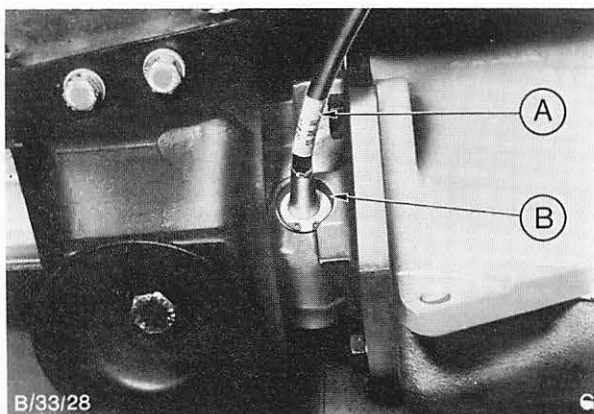

Abb. 25 A = Antriebswelle — Geschwindigkeitsmesser
3. **Bei Fahrzeugen mit Schaltgetriebe** Sprengring von der Antriebswelle an der Getriebeverlängerung entfernen und Antriebswelle vom Getriebe abbauen, Abb. 25.
8. Antriebswelle zur Getriebeverlängerung verlegen und Wellenspirale in das Antriebsritzel einschieben. Bei Fahrzeugen mit Schaltgetriebe Antriebswelle mit Sprengring sichern, Abb. 25.